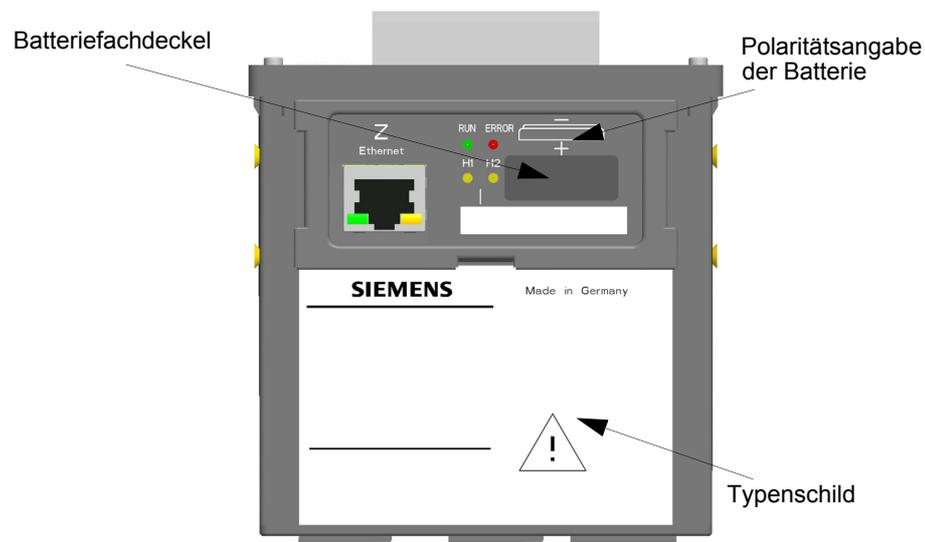

Bild 5-1 Geräteoberseite des Digitalen Messumformers SENTRON T 7KG9661
- Entfernen Sie an der Geräteoberseite den Batteriefachdeckel (siehe Bild 5-1).
- Setzen Sie die Batterie unter Beachtung der auf der Geräteoberseite aufgedruckten Polarität (siehe Bild 5-1) in die Batteriefassung ein.